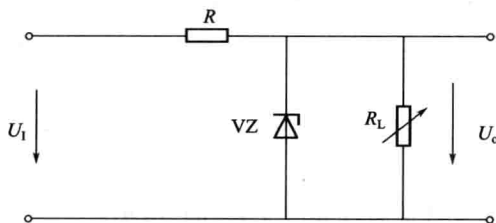

图 1-11 稳压管稳压电路
③ 稳压二极管的应用 稳压二极管用来构成的稳压电路,如图 1-11 所示。